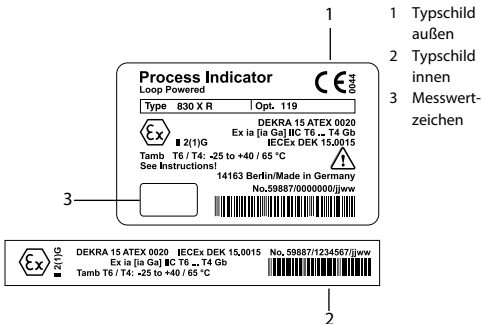

Abb. 5.6 Typschild (Beispiel)
- Messwertzeichen in das vorgesehene Rechteck auf dem Typschild kleben (siehe Abb. 5.6)